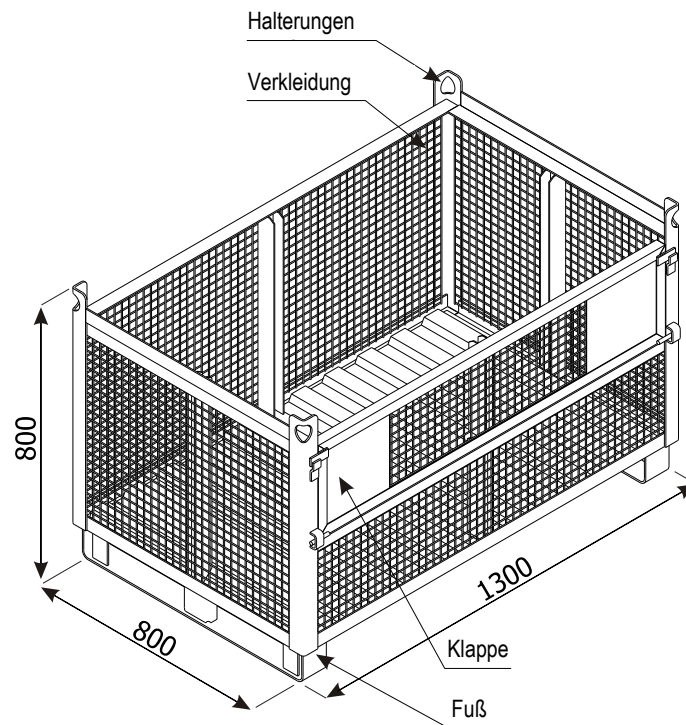

Abb. 40 Transportbehälter
1.3.38. Transportbehälter (Abb. 40)